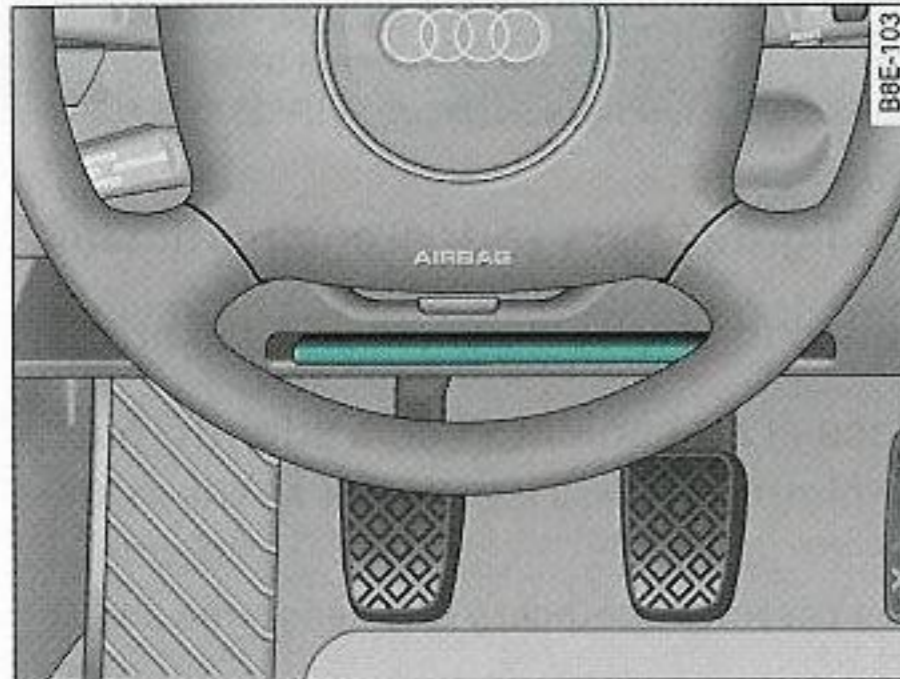

Fig. 121 Zona debajo del volante: Compartimento para la documentación de a bordo
- Guarde siempre la documentación de a bordo en el compartimento previsto para tal fin ⇒ fig. 121. ■